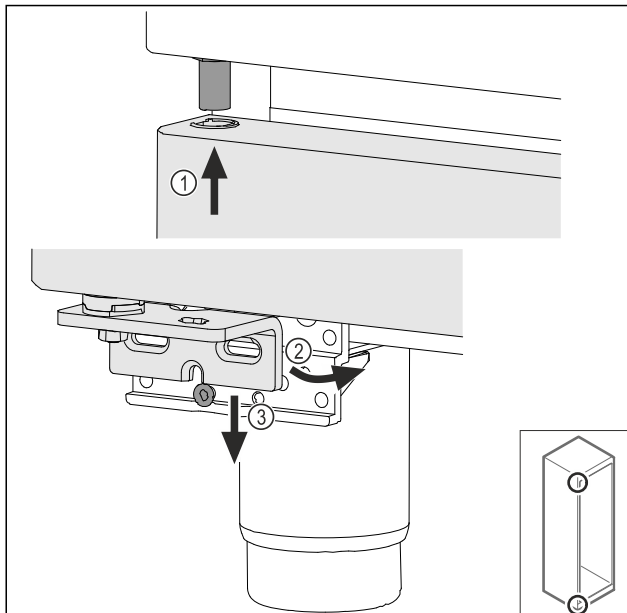

Fig. 45
- Liitä ovi ylhäällä hieman kallistettuna Fig. 45 (1), suuntaa ovi suoraan Fig. 45 (2) ja aseta alhaalla laakerijalustan ruuvin Fig. 45 (3) päälle.